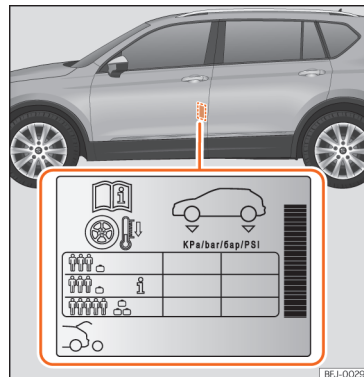

Abb. 245 Einbauort des Aufklebers für den Reifenfülldruck.
- Passen Sie bei größerer Zuladung den Reifendruck entsprechend an »» (Abb. 245).
Die Angaben zum Reifenfülldruck befinden sich auf dem Aufkleber an der Fahrertürsäule »» (Abb. 245).
fülldruck entsprechend dem auf dem Reifenfülldruck-Aufkleber angegebenen maximalen Wert erhöht werden »» (Abb. 245).
Füllen Sie bei einem minimierten Notrad (125/70 R16 oder 125/70 R18) auf einen Druck von 4,2 bar, gemäß Angabe auf dem Aufkleber mit den Reifendruckwerten »» (Abb. 245).
Je nach Fahrzeug kann der Reifenfülldruck auf halbe Last eingestellt werden, um den Fahrkomfort zu verbessern (Reifenfülldruck **i** »» (Abb. 245)). Beim Fahren mit Komfort-Reifen kann sich der Kraftstoffverbrauch leicht erhöhen.
- Der Fahrer ist verantwortlich für den richtigen Reifenfülldruck an allen Reifen am Fahrzeug. Der empfohlene Reifenfülldruck befindet sich auf einem Aufkleber »» (Abb. 245).
- Immer den richtigen Reifenfülldruck am kalten Reifen einhalten, wie auf dem Aufkleber angegeben »» (Abb. 245).